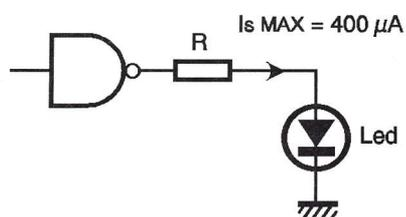
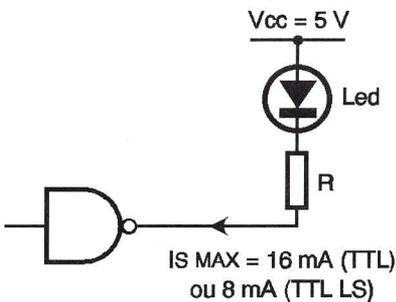

Fig 10 Un montage qui ne fonctionne pas, ou alors très mal
Fig 11 La seule solution viable pour commander une LED avec un circuit TTL classique
- Ces chiffres montrent bien que le montage de la figure 10 n'a aucune chance de fonctionner correctement et que, de plus, il surcharge grossièrement la sortie du circuit alors que le montage de la figure 11 est viable, sous réserve de calculer la résistance afin de limiter le courant aux valeurs que nous venons d'indiquer.